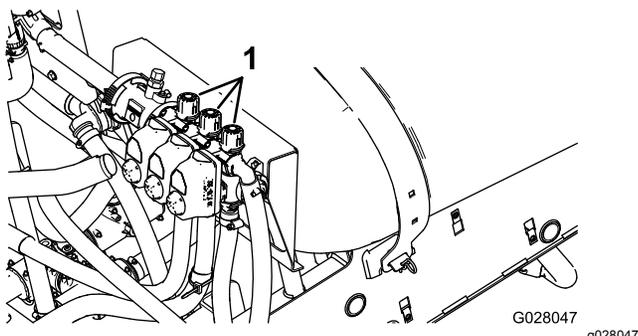

図 22
4. 右ブームバイパスノブ 図 22 を使って、先ほどと同じ水圧一般的には 2.75Bar = 2.8kg/cm² = 40psiに調整する。
6. 中央ブームバイパスノブ 図 22 を使って、先ほどと同じ水圧一般的には 2.75Bar = 2.8kg/cm² = 40psiに調整する。